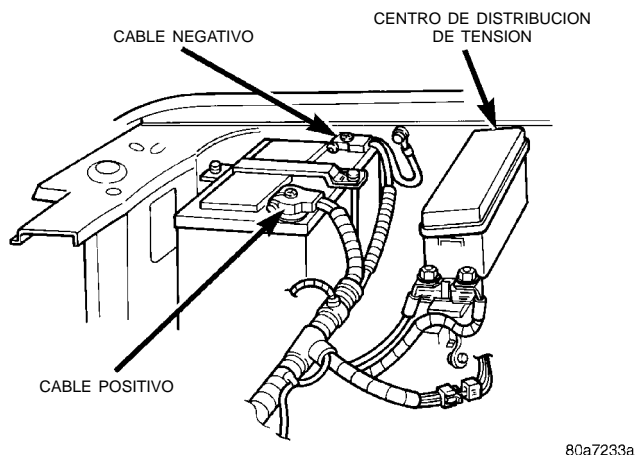

Fig. 11 Centro de distribución de tensión
- (1) Desconecte y aisle el cable negativo de la batería.
- (2) Retire la tapa del Centro de distribución de tensión (PDC) (Fig. 11).
- (3) Para informarse sobre la identificación y posición del relé de barrido intermitente, consulte la etiqueta en el PDC.
- (4) Desenchufe el relé de barrido intermitente del PDC.
- (5) Instale el relé de barrido intermitente alineando los terminales del relé con las cavidades en el PDC y presionando el relé firmemente en su lugar.
- (6) Instale la tapa del PDC.
- (7) Conecte el cable negativo de la batería.
- (8) Pruebe el funcionamiento del relé.